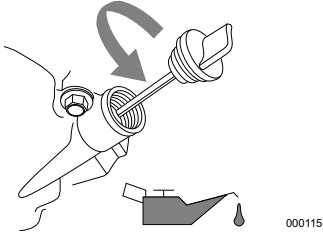

Figure 4-5. Remplissage d'huile moteur
3. Voir Figure 4-5. Retirer le bouchon-jauge d'huile et essuyer la jauge d'huile.